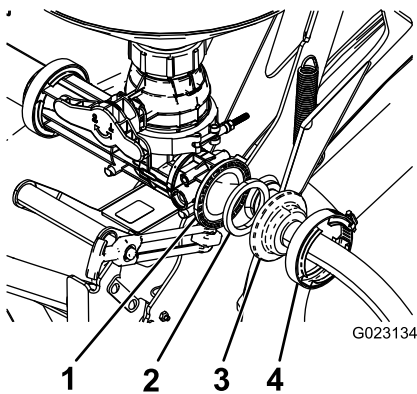

Figura 19
4. Sujete el extremo de la manguera de alimentación que no lleva conector estanco al orificio de la válvula del eyector que está orientado hacia atrás, con una junta y una abrazadera sin fin (Figura 19).